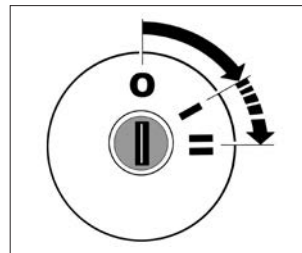

Рис. 35. Выключатель зажигания
**0** (рис. 35) – **выключено**. Положение фиксированное. Ключ вынимается.
Рис. 35а. Выключатель зажигания